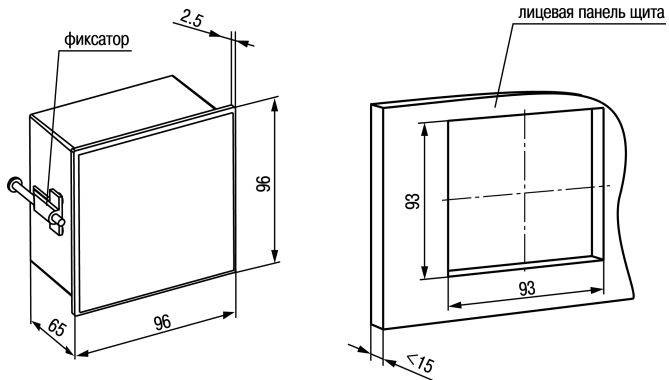

Рисунок 4.4 – Габаритные размеры корпуса Щ1
1. Подготовить на щите управления монтажный вырез для установки прибора (см. *рисунок 4.4*).